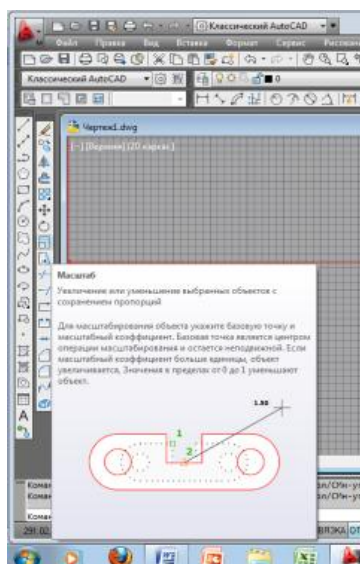

Рисунок 2.19 – Масштабирование объектов
– щелчком мыши по кнопке  на панели инструментов «Редактирование», из строки меню «Редактировать» – «Масштаб» (рисунок 2.19).